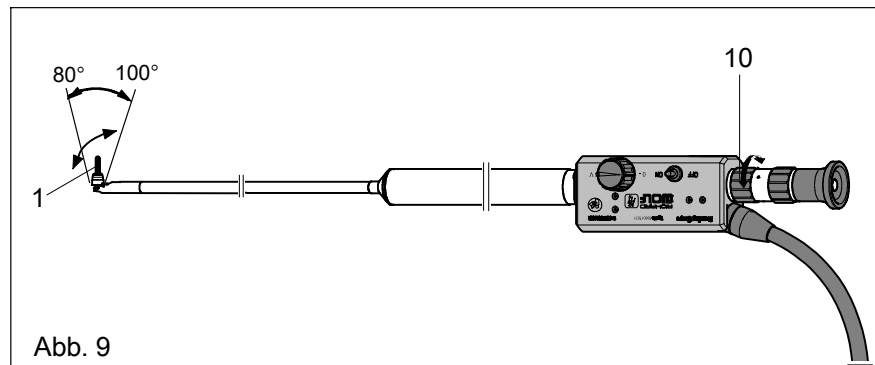

Abb. 9
- ◇ Mit dem Verstellring (10) kann die Abwinkelung des Werkzeuges eingestellt werden (Abb. 9)